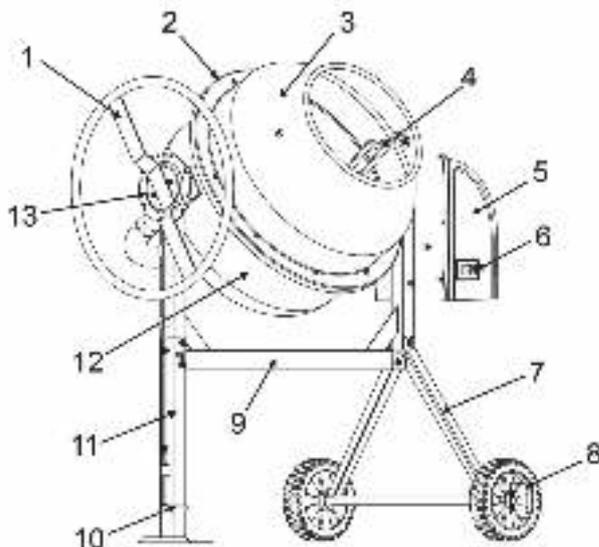
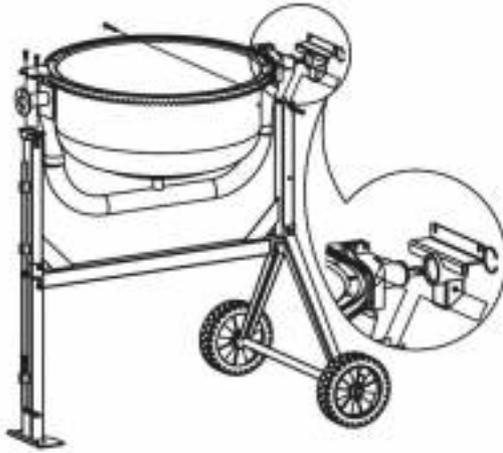

Рис. 1
Рис. 5
- Наденьте на ось колесной стойки (7) (См. Рис.1; 2) по колесу с каждой стороны.
- К несущей балке (9)(См. Рис. 1) присоедините дополнительную опору. Вставьте внутрь педаль (10)(См. Рис. 1, 3) с пружиной.
- Соедините раму с колесной стойкой (7) (См. Рис.1, 4). Зафиксируйте ее положение винтами (M8x70). Крепко затяните винты.
- Установите опорную дугу вращения барабана на балку рамы. Зафиксируйте ее положение винтами М8х65 (См. Рис. 5).
- Осторожно поместите нижний барабан (12) (См. Рис. 1) на стойку, так чтобы подшипники попали в соответствующие пазы (См. Рис. 5). Выровняйте с каждой стороны отверстия, закрепите гаечным ключом болты, шайбу, стопорную шайбу и гайку в посадочном седле. Проверьте надёжность крепления.
- Поместив верхний барабан (3) (См. Рис.1) на обод нижнего барабана (12) (См. Рис.1, 7), убедитесь в совпадении пазов и стрелок, а так же и свободном вращении лопастей внутри барабана.
- Установите колесо наклона (1)(См. Рис.1) на место крепления.
- Трансмиссия с электродвигателем закрыта защитным кожухом (5) (См. Рис.1; 9).
2. Нажмите на зеленую кнопку включения (6) (См. Рис.1), расположенную сбоку на защитном кожухе электродвигателя.
3. Для отключения нажмите на красную кнопку (6) (См. Рис.1).